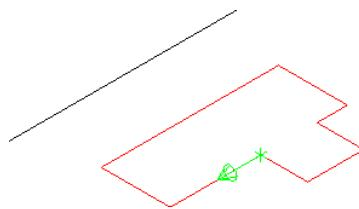

图 6-27 选取旋转截面
② 单击“曲面”工具栏中的“转曲面”按钮 ，系统弹出“串连选项”对话框，根据系统提示，在绘图区内选择如图 6-27 所示的轮廓曲线作为旋转截面，并按回车键。